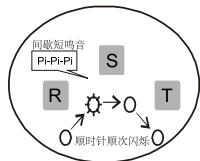

图1 (正相序)
(4). 开机后若4个相序指示灯按顺时针方向顺次亮灯，同时仪器发出间歇的短鸣音，则所钳相线为正相序R-S-T（图1）；若4个相序指示灯按逆时针方向顺次亮灯，同时仪器发出连续的长鸣